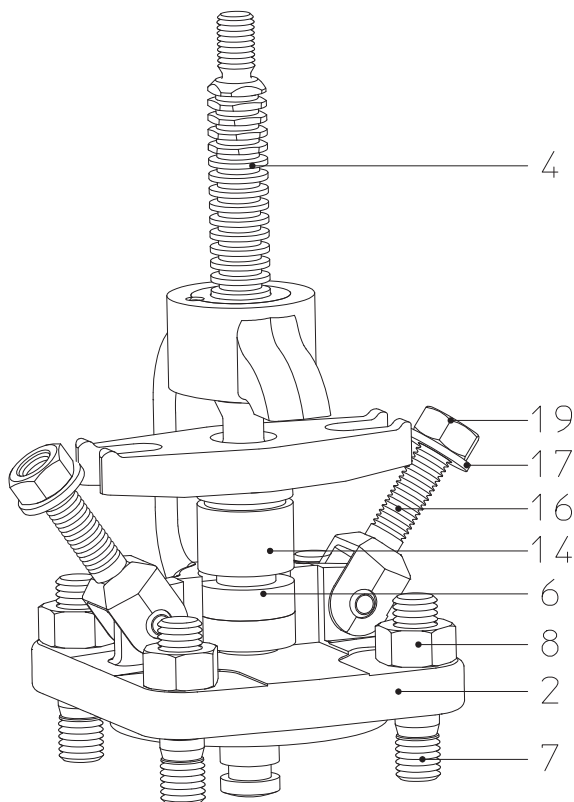

Fig. 6: Ejecución con tornillos articulados
Dado el caso, volver a empacar la junta de prensaestopas (pos. 6) obsérvese las indicaciones de advertencia (Fig. 6)